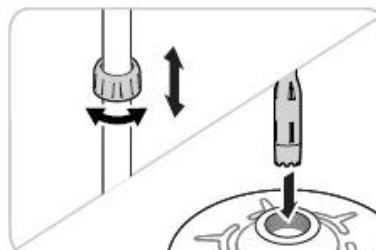

Рисунок 5 (DEP-1702P)
2. С помощью регулировочной гайки отрегулируйте длину всасывающей телескопической трубки и опустите ее в емкость (смотрите рисунок 5 ниже).